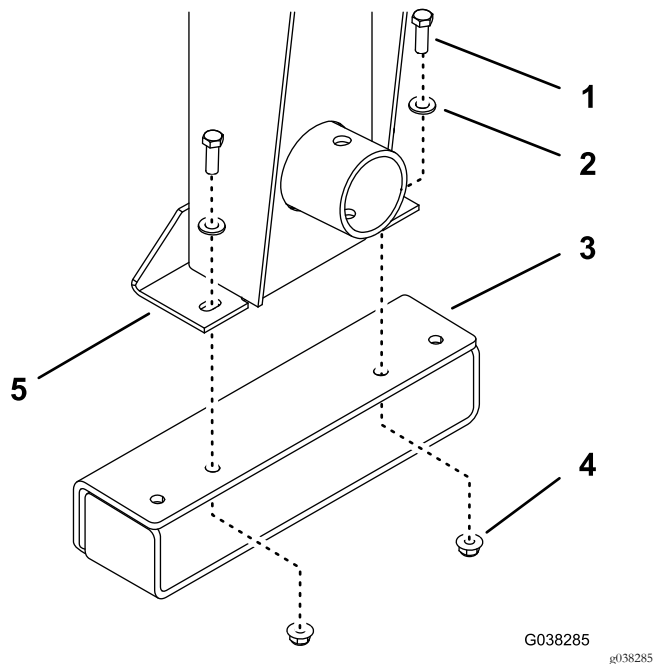

Figura 1
3. Instale el espaciador debajo de la placa de apoyo con la orientación indicada en Figura 1.